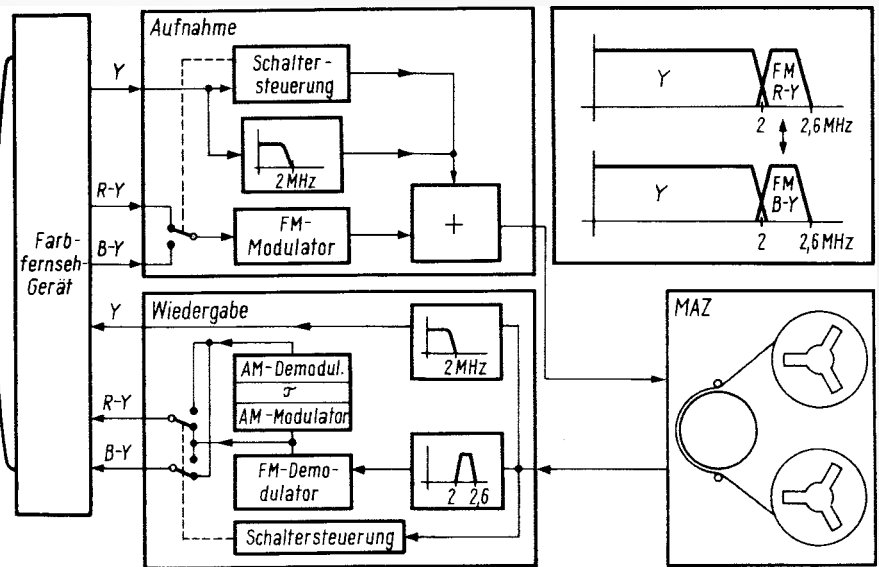

Bild 5. Prinzip einer Variante zu Bild 4. $Y + (R-Y) \leftrightarrow Y + (B-Y)$
1. Die Farbdifferenzsignale liegen oberhalb der höchsten Luminanzfrequenz. Bild 5 zeigt ein derartiges Verfahren. Bei der Aufnahme wird das Y-Signal über einen Tiefpaß mit 2 MHz Grenzfrequenz direkt auf das Bildbandgerät gegeben. Die Farbdifferenzsignale werden mittels eines elektronischen Schalters zeilenweise auf einen FM-Modulator gegeben, in den Bereich von etwa 2 MHz bis 2,6 MHz umgesetzt und über einen Adapter dem Y-Signal zugeetzt. Bei der Wiedergabe filtert man aus dem Signalmisch des Bildbandgerätes zunächst in einem Tiefpaß von etwa 2 MHz Grenzfrequenz das Y-Signal wieder heraus und selektiert die Chrominanzinformation mit einem Bandpaß von 2 MHz bis 2,6 MHz. Im Anschluß an diesen Bandpaß erfolgt die FM-Demodulation. Die demodulierten Farbdifferenzsignale werden dann einmal direkt und einmal über eine Verzögerungsleitung τ auf einen elektronischen Umschalter gegeben, der durch eine synchronlaufende Steuerschaltung mit Kennimpulsen so gesteuert wird, daß bei Eintreffen eines (R - Y)-Signales das Signal auch tatsächlich an den (R - Y)-Anschluß des Fernsehempfängers gelangt. Das gleiche gilt für das (B - Y)-Signal. Auf diese Weise kommen neben den unverzögerten Y-Signalen teilweise verzögerte (R - Y)- bzw. (B - Y)-Signale simultan mit dem Y-Signal auf den Fernsehempfänger.